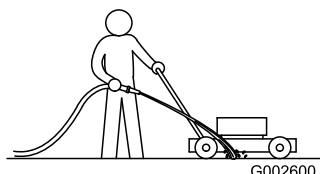

Figura 29
3. Mentre il motore acceso e la lama è innestata, spruzzate un getto d'acqua davanti alla ruota **destra** posteriore (Figura 29).